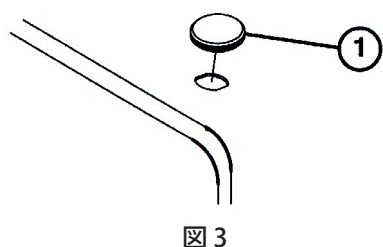

図 3
1. フードの左前上部についているプラグを取り除く (図3)。